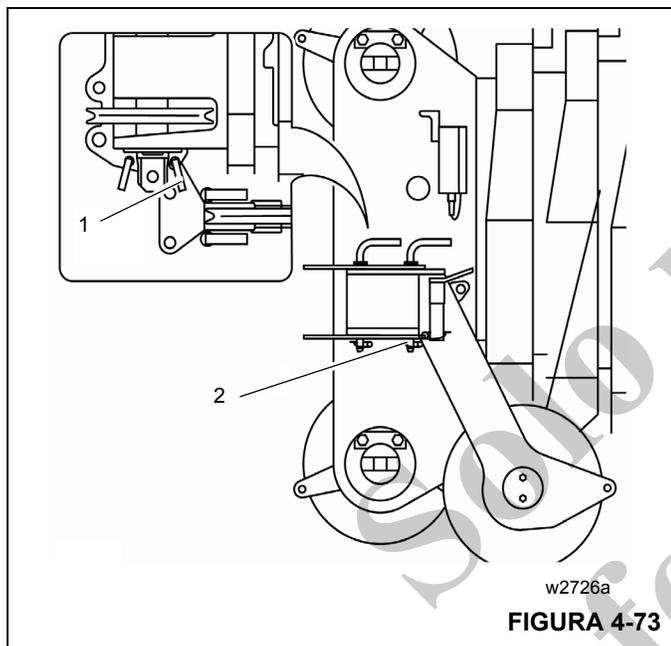

FIGURA 4-73
5. Utilice el pasador delgado (1) para fijar la punta de la pluma de polea única auxiliar al punto de soporte (2) (Figura 4-73).